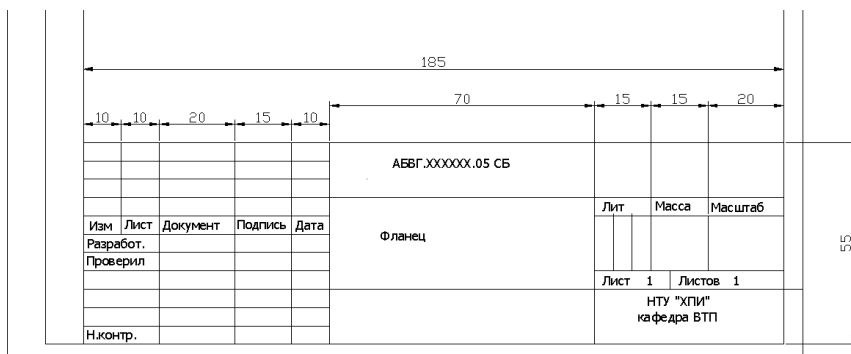

Рисунок 3.1 – Штамп
- 1) Создать слой shtamp. Установить тип линии – «сплошная», толщина равна 0.5, цвет белый. Начертить в слое основную надпись (штамп) (рис. 3.1). Размеры и текст не наносить.